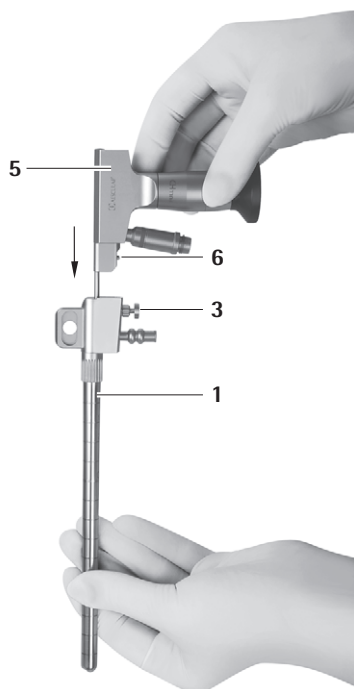

Fig. 2
- ▶ Blocați endoscopul 5 în trocarul MINOP InVent 1, vezi Fig. 2.